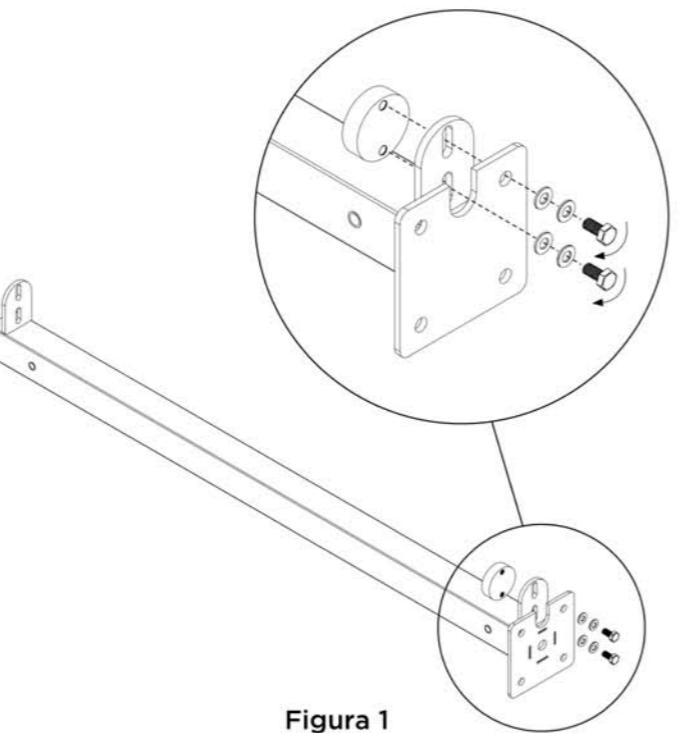

Figura 1
Paso 1: Montar el disco de aluminio (SUM0109) en el pilar bisagra, sin apretar los tornillos. Colocar el tornillo hexagonal (TOR0410), la arandela cincada (TOR0404) y la arandela de nylon (TOR0403) en este orden. Ver figura 1.